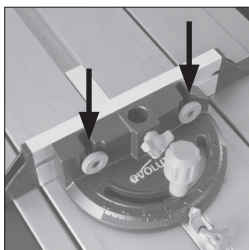

Fig. 22
- Deslice los tornillos de unión a través de los dos (2) orificios en la cara vertical de la caja ingletadora y asegúrelos en posición con las tuercas de mariposa (**Fig. 22**).